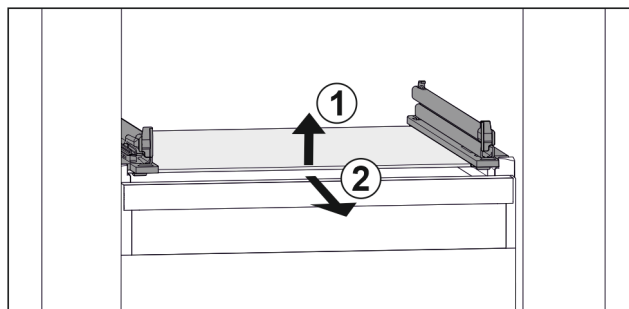

Fig. 108 Przykładowa prezentacja płyty szklanej
- Unieść płytę szklaną z przodu. Fig. 108 (1)
- Wyjąć płytę szklaną do przodu. Fig. 108 (2)